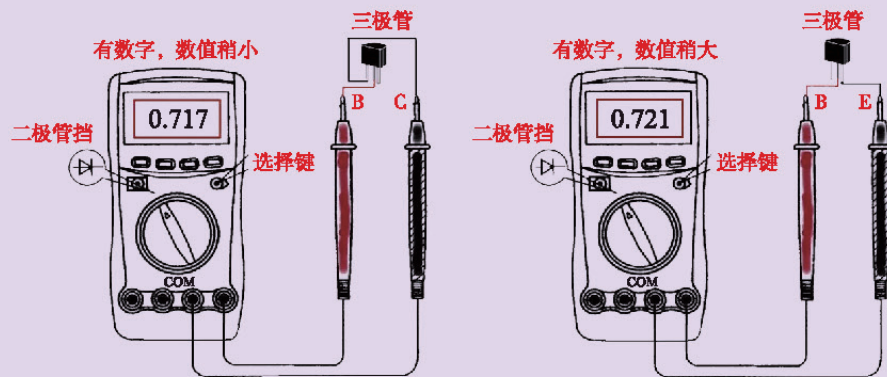

图2-21 用数字万用表识别三极管引脚（NPN型）
(1) 用红表笔接触三极管的其中一个引脚（图2-21）：
(2) 用黑表笔接触三极管的其中一个引脚：